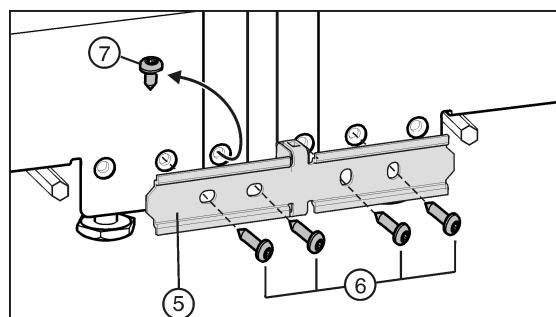

Fig. 24
- Si su aparato se ha equipado con el tornillo Fig. 24 (7) premontado: Desenrosque el tornillo.
- Fije ligeramente la chapa de unión Fig. 24 (5) con dos tornillos Fig. 24 (6) en un aparato.